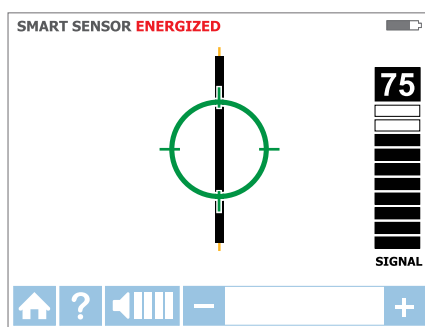

Figure 3.1e
5. Un symbole de cible verte indique que le récepteur est directement au-dessus du fil. Si le récepteur ne détecte pas le fil, diminuez la sensibilité à l'aide de la touche « - » sur le clavier ou réglez le transmetteur pour qu'il transmette à un niveau FAIBLE (précision). (voir Figure 3.1e)